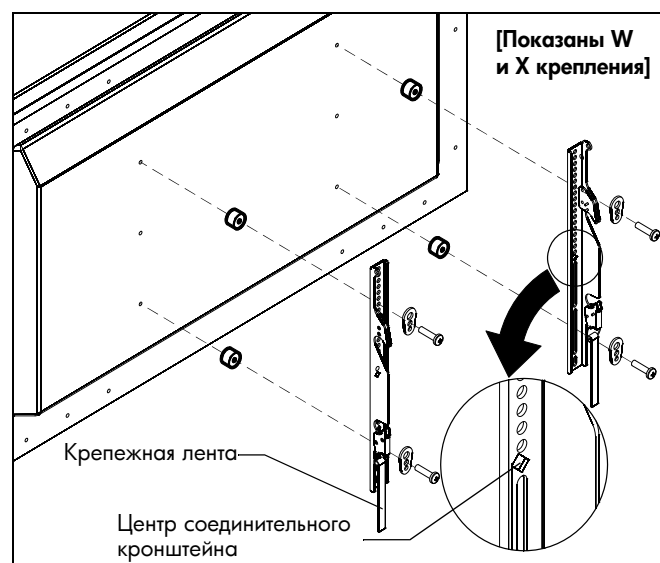

рис. 4
1. Совместите центр крепления (W и X или Y и Z) со средней линией экрана. (см. рис. 4)
2. Достаньте из пакета с фурнитурой (A-N) винты соответствующего размера, втулки (при необходимости) и универсальные шайбы и прикрепите соединительные кронштейны к тыльной стороне экрана. (См. рис. 4)